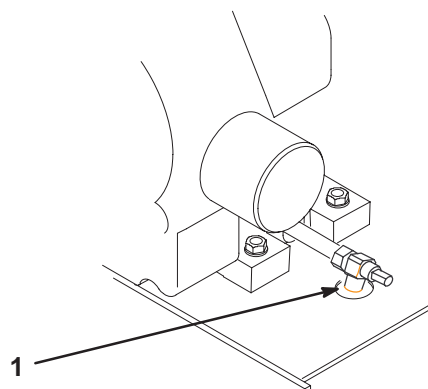

Figure 38
3. Placez un bac sous l'orifice de vidange. Ouvrez le robinet de vidange avec un tournevis à lame plate, ou une clé de 3/8 pouce ou de 10 mm (Fig. 38).
4. Tournez le robinet dans le sens horaire pour le fermer et dans le sens anti-horaire pour l'ouvrir (Fig. 38).
5. Quand toute l'huile s'est écoulée, refermez le robinet de vidange (Fig. 38).